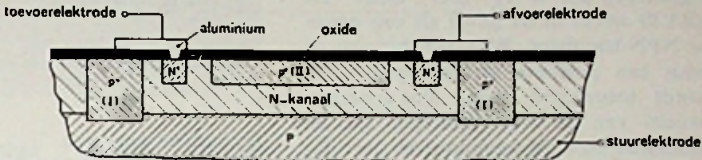

Fig. 2
De BFW10 en BFW11 zijn lagen-veld-effecttransistoren met een kanaal van N-geleidend silicium, dat gedeeltelijk door een P-geleidende laag is omgeven, zodat een PN-grenslaag ontstaat. Deze structuur wordt verkregen door op een drager van P-silicium een epitaxiale N-laag aan te brengen en vervolgens in de N-laag sterk verontreinigde P+-gebieden te diffunderen (zie fig. 2). De P+-zones (I) sluiten het kanaal af. De P-laag doet